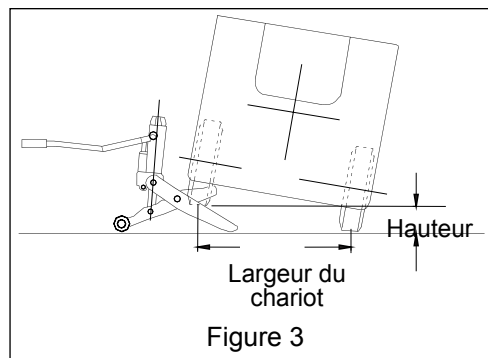

Figure 3
2. Usez d'une très grande prudence lorsque vous soulevez des chariots élévateurs étroits (moins de 101,60 cm [40 po]) de largeur. Assurez-vous qu'en tout temps, la hauteur entre le sol et le bas du pneu soulevé ne dépasse jamais le quart (1/4) de la largeur du chariot. Reportez-vous à la figure 3. (La largeur du chariot doit être mesurée du centre d'un pneu au centre de l'autre pneu.) Si la hauteur du chariot excède cette mesure, le chariot peut devenir instable et se renverser ou l'angle trop prononcé du chariot peut entraîner l'éjection du cric et la chute de la charge. Exemple : Si la largeur du chariot est de 91,44 cm (36 po), la partie inférieure du pneu soulevé ne doit pas dépasser 22,86 cm (9 po) de hauteur par rapport au sol.